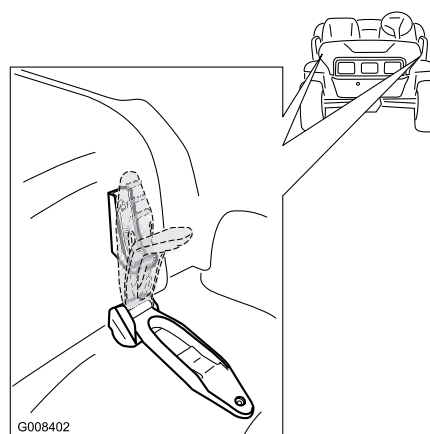

図 25
1. フードの両側についているゴム製ストラップをゆるめる（図 25）。